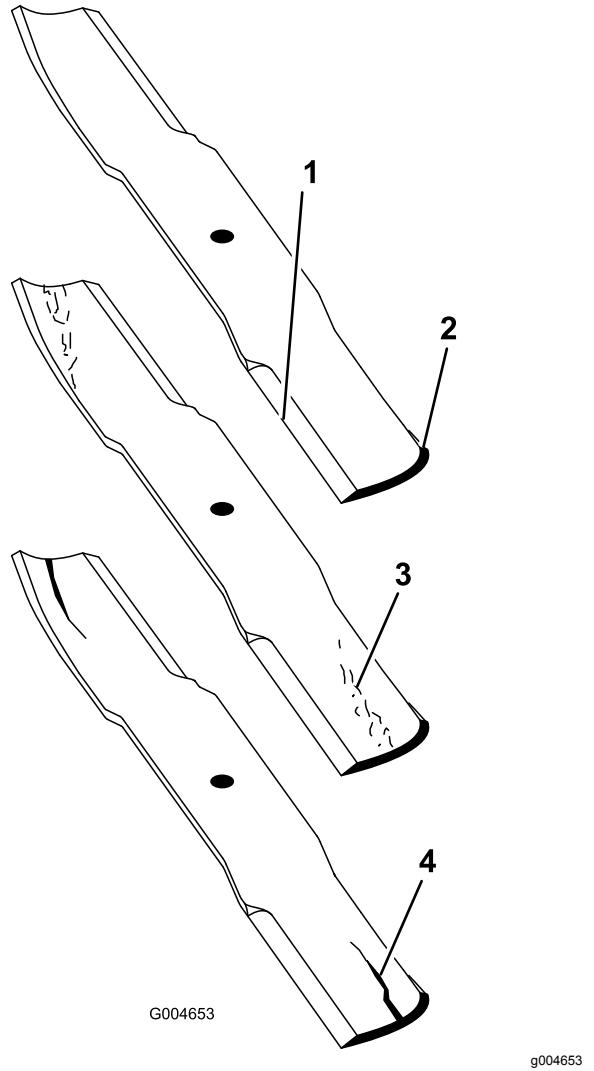

Bild 25
2. Prüfen Sie die Schnittkanten des Messers sorgfältig, insbesondere dort, wo die geraden Flächen die gebogenen berühren (Bild 25).
Hinweis: Da Sand und anderes reibendes Material das Metall abschleifen kann, das die flachen mit den gebogenen Teilen verbindet, müssen Sie das Messer vor jedem Einsatz des Rasenmähers prüfen. Wenn Sie Abnutzungen feststellen (Bild 25), sollten Sie das Messer auswechseln.